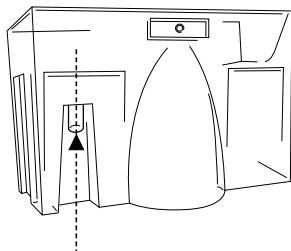

Abb.2
- 2) Den Tank innen am Anschlussstutzen mit einem feinen Bohrer anbohren. Abb. 2.